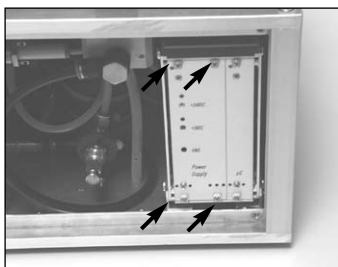

Abbildung 2
3. Kreuzschlitzschrauben am 19" Rack öffnen (siehe Abbildung 2).